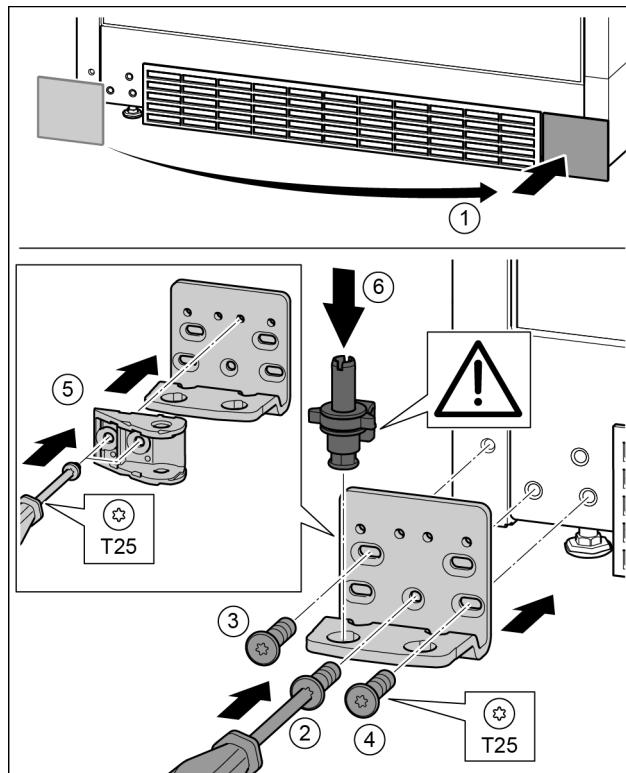

Fig. 31
- ▶ Зніміть кришку та встановіть її з іншого боку. Fig. 31 (1)
- ▶ Встановіть опорний кронштейн з іншого боку і закріпіть гвинтами за допомогою викрутки T25. Почніть із гвинта 2 знизу посередині. Fig. 31 (2)
- ▶ Закрутіть гвинти 3 та 4. Fig. 31 (3, 4)
- ▶ Поверніть з'єднувальний елемент демпфера на 180°. Пригвинтіть з іншого боку опорного кронштейна за допомогою викрутки T25. Fig. 31 (5)
- ▶ Вставте цілком опорний гвинт. При цьому виступ фікатора повинен бути спрямований назад. Fig. 31 (6)